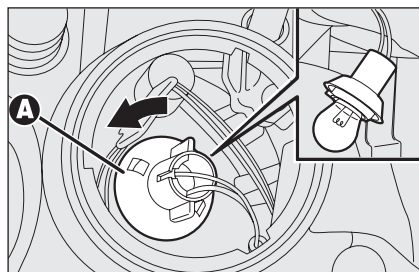

fig. 28
- ruotare in senso antiorario il portalamпада **A-fig. 28**, estrarre la lampada e sostituirla;